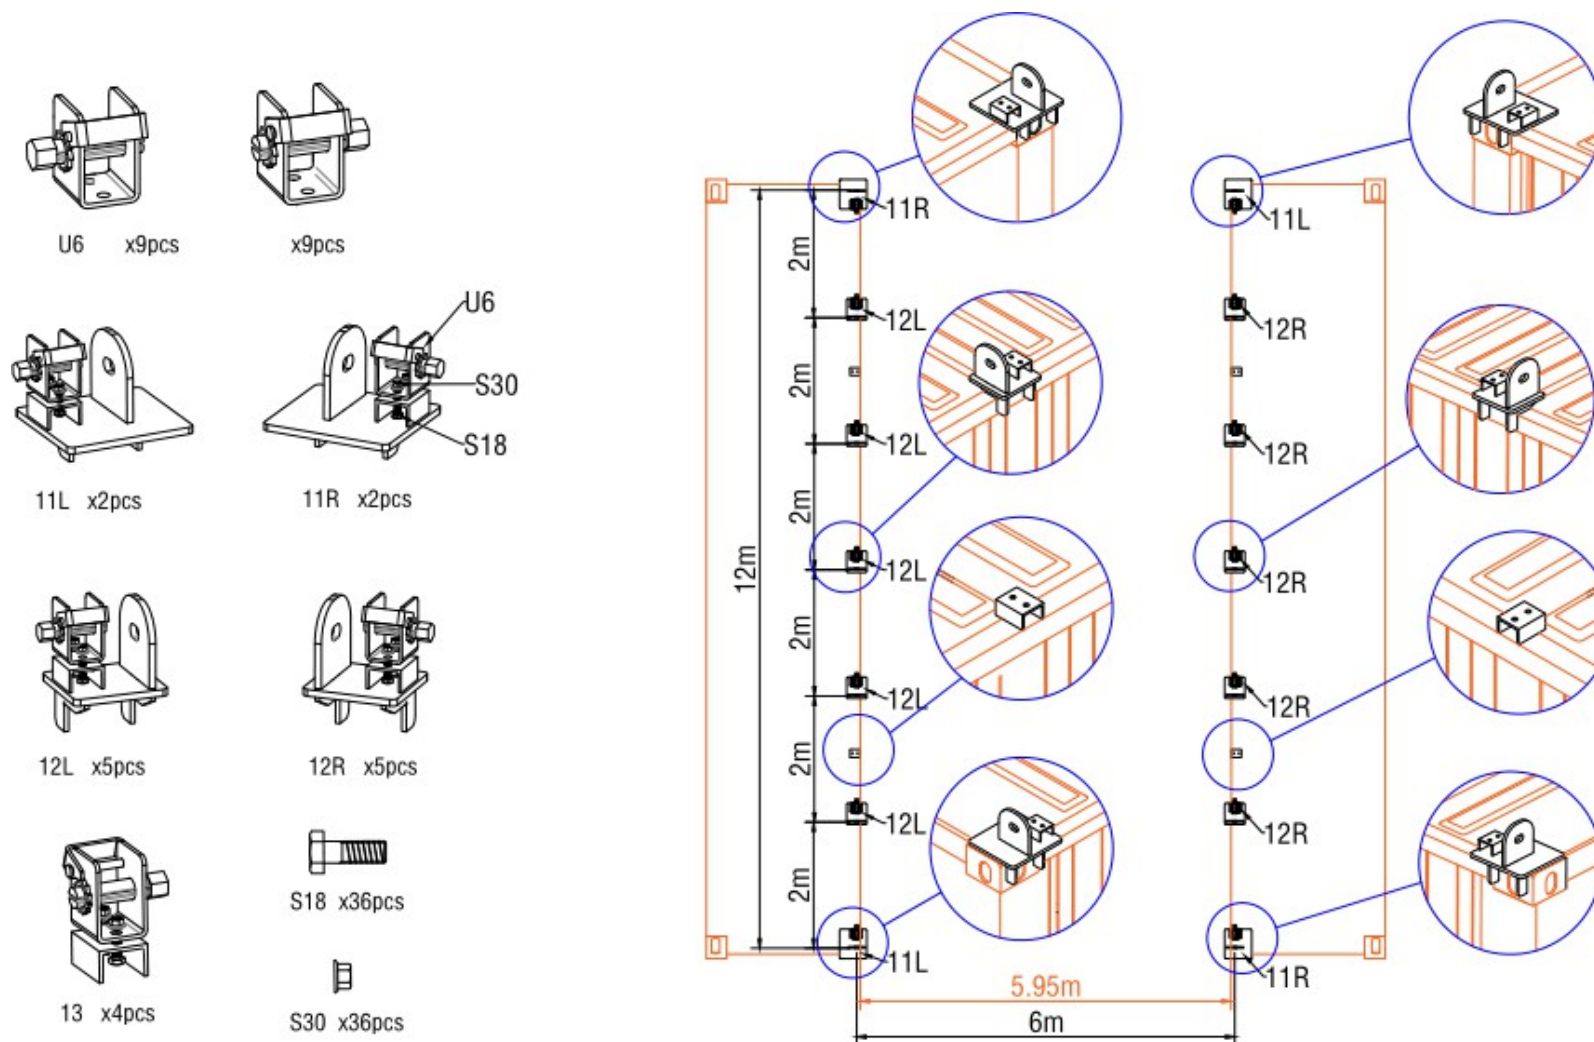

Figure 1
B. **Mesurez en diagonale du centre au centre des tubes.** Ces mesures doivent être identiques à celles indiquées dans la figure 1 ci-dessous. **Les plaques de base (11L/11R/12L/12R) doivent être entièrement soudées à l'intérieur et à l'extérieur.** La pièce n° 13 n'a pas besoin d'être soudée à l'avance. La position de soudage peut être déterminée en fonction de la position de la sangle de la couverture de toit lorsque celle-ci est installée.